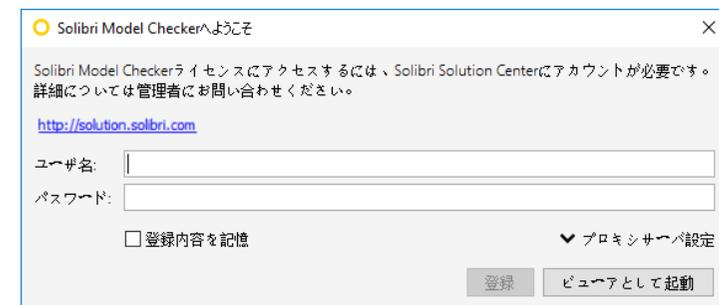

図2. 登録ウィンドウ
- 2) 「Solibri Model Checker へようこそ」ウィンドウが開きますので、ユーザー名 (メールアドレス) とパスワードを入力し、登録をクリックしてください。(図2を参照)